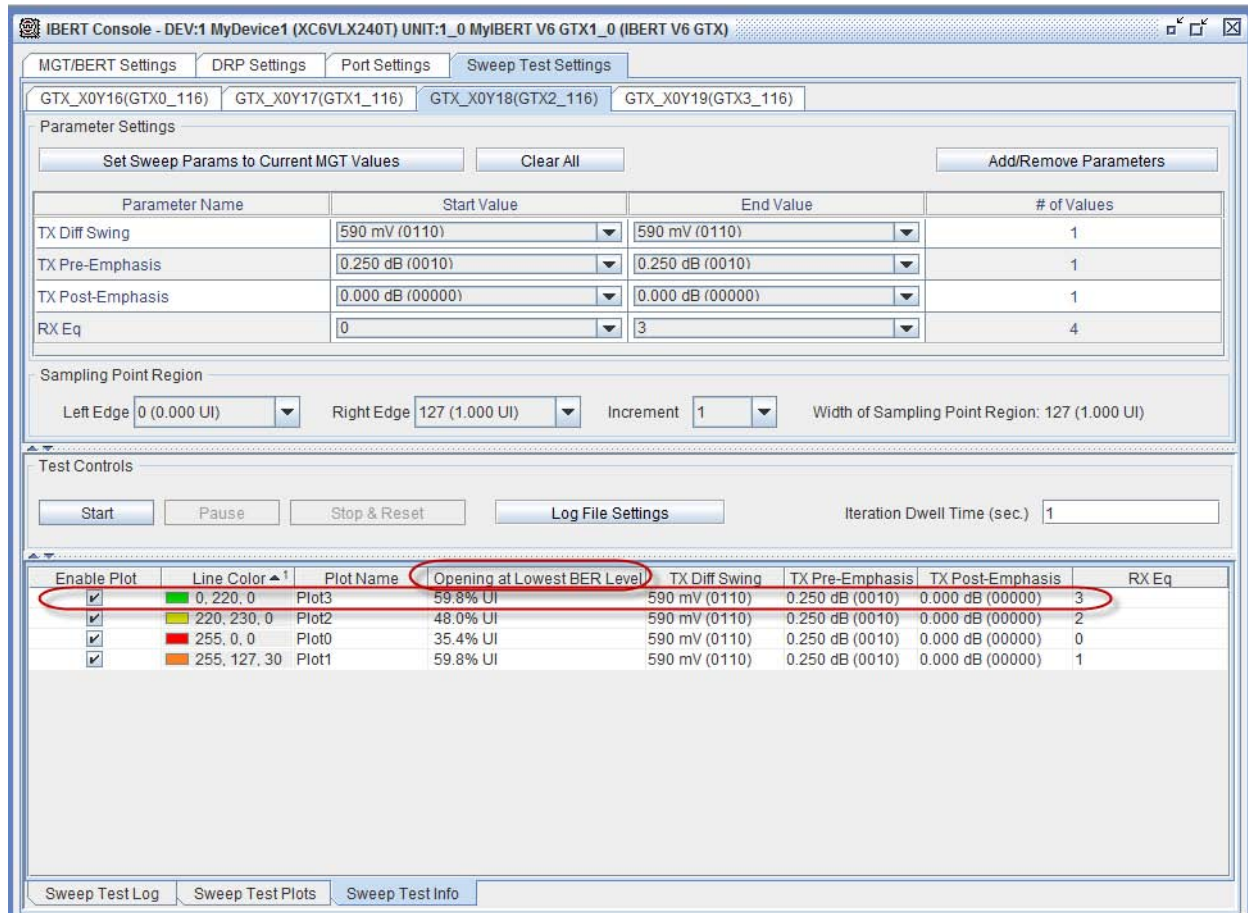

図 11 : [Sweep Test Info] タブ
2. [Sweep Test Info] タブ (図 11) をクリックし、アイ開口部およびマージンの一番大きいところを見つけます。